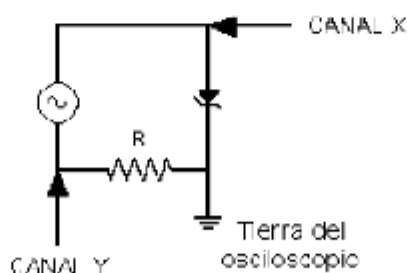

Figura 5.1: Circuito para observar la característica corriente-voltaje del diodo zener
a) Dado el circuito mostrado en la Figura 5.1, las especificaciones del dispositivo a su disposición y las indicaciones dadas por su profesor, determine el valor de la resistencia R y el valor pico de la amplitud que puede tener la señal producida por el generador para observar en el osciloscopio la característica i vs. v de este dispositivo.
b) Haga un diagrama de la señal que Ud. espera ver en la pantalla del osciloscopio, si las conexiones se realizan exactamente en la forma indicada en la Figura 5.1.
- Se monta primero el circuito de la figura 5.1 y se aplica la señal sinusoidal de 5 Vp. Se colocan ambos canales en acoplamiento GND y se ubican en el centro de la pantalla. Luego se cambia a acoplamiento DC y modo XY, se invierte el canal Y. Con esto se obtiene la curva característica i vs v del diodo.